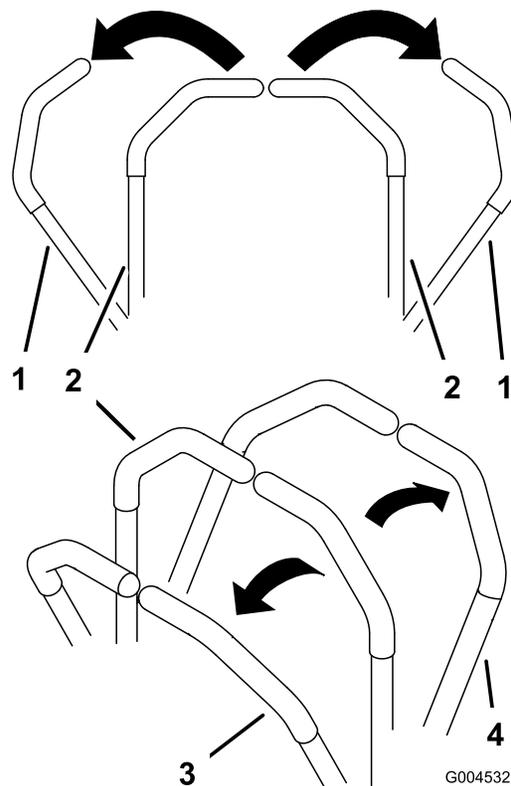

Figura 15
- Para ir hacia adelante, empuje lentamente las palancas de control de movimiento hacia adelante (Figura 15).
Para ir recto, aplique la misma presión a ambas palancas de control de movimiento (Figura 15).
Para girar, deje de empujar la palanca de control de movimiento del lado al que desea girar (Figura 15).
- Para ir hacia atrás, tire lentamente de las palancas de control de movimiento hacia atrás (Figura 15).